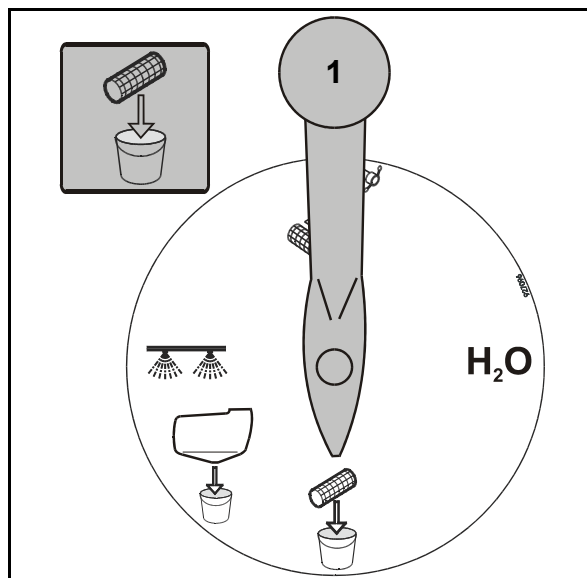

Bild 211
18. Placera VARIO-kran-sug (Bild 211/1) i position "**Tömning av sugfilter**" och töm ur den tekniska restmängden från sprutledningar, armatur, sug- och tryckslangar samt pump, i ett lämpligt kärl.